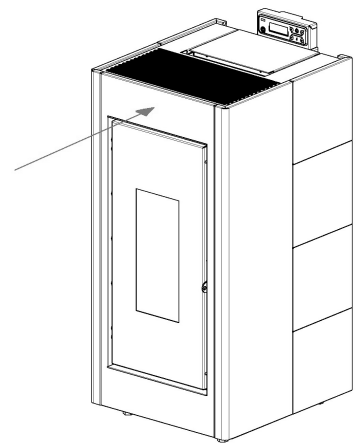

Fig. 44 - Repositionner la partie avant
- Repositionner le panneau avant (voir **Fig. 44**).